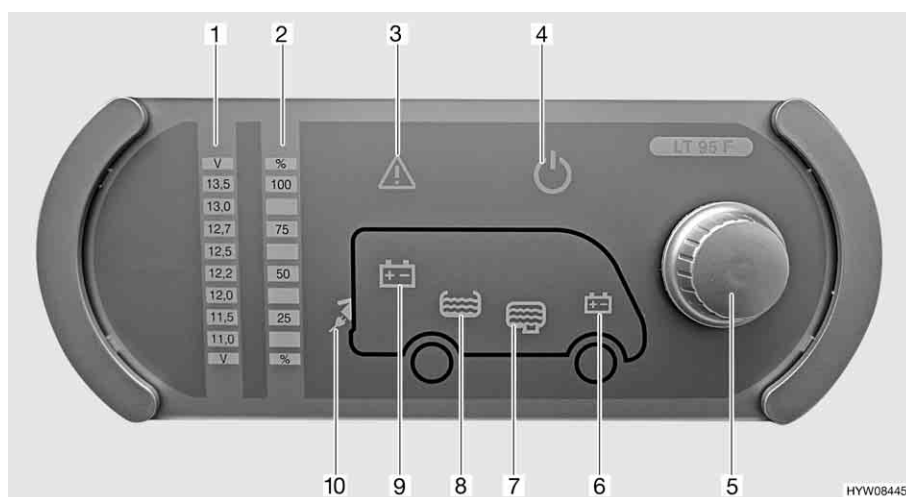

Fig. 116 Pannello di controllo (LT 95)
Il pulsante a rotazione (Fig. 116,5) inserisce o disinserisce il pannello di controllo e l'alimentazione a 12 V dell'abitacolo.
**Accensione:** ■ Premere il pulsante a rotazione (Fig. 116,5): L'alimentazione a 12 V dell'abitacolo è inserita. La spia di controllo a 12 V (Fig. 116,4) diventa verde.
**Spegnimento:** ■ Premere il pulsante a rotazione (Fig. 116,5): L'alimentazione a 12 V dell'abitacolo è disinserita. La spia di controllo a 12 V (Fig. 116,4) si spegne.
Mediante il pulsante a rotazione (Fig. 116,5) si possono interrogare sia la tensione della batteria dell'abitacolo che la tensione della batteria di avviamento. La tensione viene visualizzata sulla scala indicatore per la tensione della batteria (Fig. 116,1).
**Indicazione:** ■ Ruotare il pulsante a rotazione (Fig. 116,5), finché si accende il simbolo della batteria della quale deve essere interrogata la tensione.
Viene indicata la tensione della batteria dell'abitacolo (Fig. 116,9)
Viene indicata la tensione della batteria di avviamento (Fig. 116,6)
- Leggere la tensione sulla scala indicatore della tensione della batteria (Fig. 116,1).
Mediante il pulsante a rotazione (Fig. 116,5) si possono interrogare sia il livello del serbatoio dell'acqua che il livello del serbatoio delle acque grigie. Il livello viene visualizzato sulla scala indicatore livello dei serbatoi (Fig. 116,2).
- Ruotare il pulsante a rotazione (Fig. 116,5), finché si accende il simbolo del serbatoio del quale deve essere interrogato il livello.
Viene indicato il livello del serbatoio dell'acqua (Fig. 116,8)
Viene indicato il livello del serbatoio delle acque grigie (Fig. 116,7)
- Leggere il livello sulla scala indicatore del livello serbatoio (Fig. 116,2).
La spia luminosa Alarm (Fig. 116,3) lampeggia non appena i valori limite fissati vengono superati per eccesso o per difetto.
La spia luminosa Alarm (Fig. 116,3) lampeggia non appena la tensione della batteria scende al di sotto di 11 V. Se l'alimentazione a 12 V è accesa, si accende anche il relativo simbolo della batteria (Fig. 116,6 o 9), e l'indicatore "11,0" sulla scala indicatore della tensione della batteria (Fig. 116,1) lampeggia. Rischio di uno scaricamento totale della batteria.
La spia luminosa Alarm (Fig. 116,3) lampeggia ed il relativo simbolo del serbatoio (Fig. 116,7 o 8) si accende non appena il serbatoio dell'acqua è vuoto o il serbatoio delle acque grigie è pieno.
La spia di controllo a 230 V (Fig. 116,10) si accende quando all'ingresso della centralina elettrica è presente una tensione di rete.